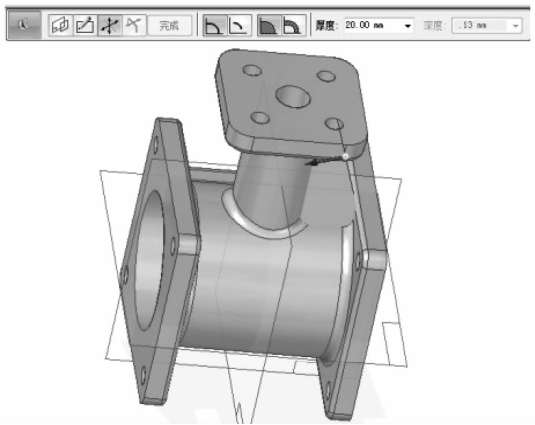

图 7-70 绘制草图
- (3) 程序自动进入规定肋板方向界面，输入肋板厚度值【20mm】，方向如图 7-70 所示，按 Enter 键确认输入。